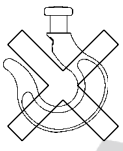

Fig. 6
- Het verwijderen van de veiligheidsklep in boven- en lasthaak is onverantwoord (Fig. 6).